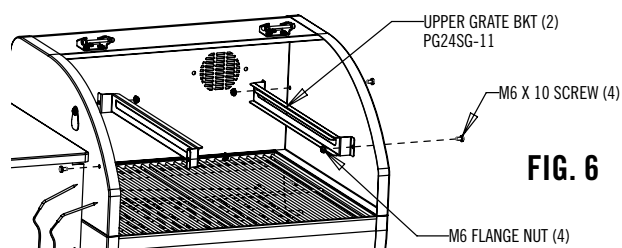

FIG. 6
- Monter la support comme indiqué à la Fig. 6.